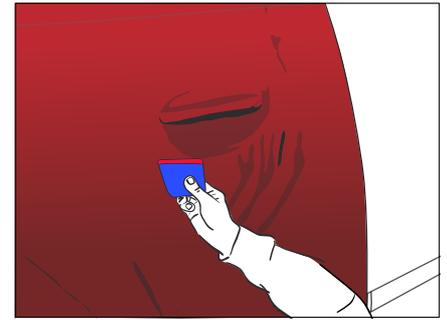

Abbildung 22
- › Die Folie ist über die Türgriffe zu spannen und dann mit der Rakel um die Türgriffe herum anzubringen. (Abb. 22)